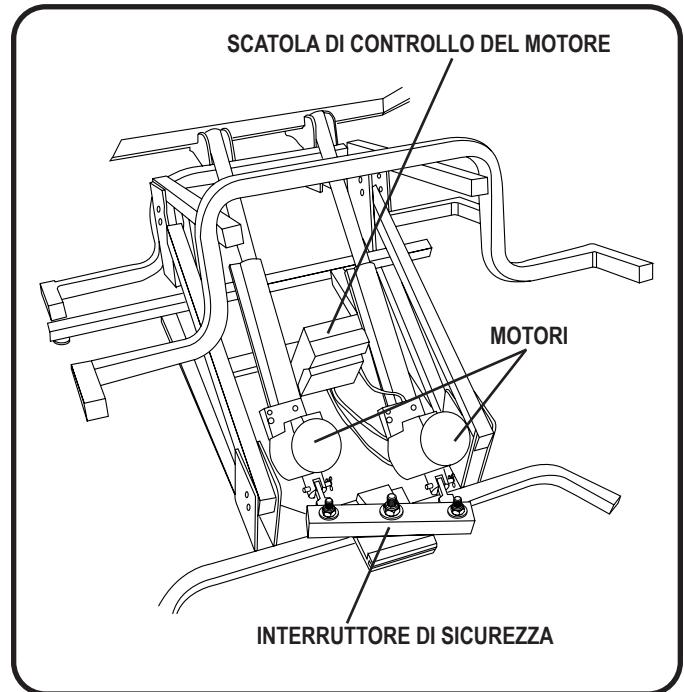

Figure 5.1 Motori non sincronizzati
1. Attivare la pulsantiera sulla poltrona elevabile. Se non c'è movimento in nessuna delle direzioni, controllare se i motori non sono sincronizzati e che l'interruttore di sicurezza sensibile alla pressione sia stato attivato. I motori non sincronizzati mostreranno un motore esteso più dell'altro e un interruttore di sicurezza schiacciato (**Fig. 5.1**).